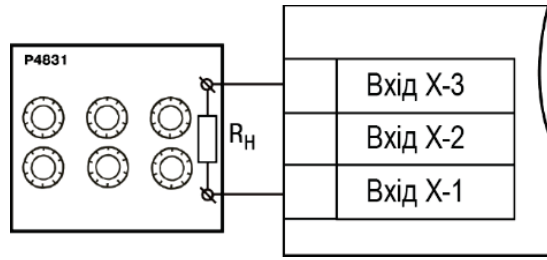

Рисунок 8.3 – Підключення магазину опорів
1. Підключити до входу пристрою магазин опорів типу Р4831 або аналогічний йому з класом точності не нижче 0,05 за трипроводовою лінією (рисунок 8.3). Опори проводів у лінії мають бути рівними один одному і кожен не повинен перевищувати величину 15 Ом.